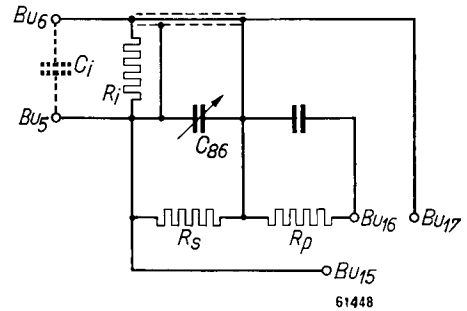

Fig. 6. Messkopf
e. **Messkopf** (s. Fig. 6)
Die zu untersuchenden Spannung kann entweder direkt an den Eingang des Oszillographen angeschlossen, ( $14 V_{eff/max}$ ) oder aber 20fach abgeschwächt werden ( $280 V max.$ ), je nach Wahl des Kontaktes auf dem Messkopf. Schaltbild siehe Fig. 6.